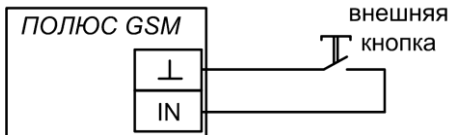

Рис.10 Схема подключения внешней кнопки
3. При необходимости произведите монтаж внешней кнопки. Схема подключения – см. рис.10 (в настройках сигнализатора значение параметра №37 должно быть установлено «0»). Внешняя кнопка должна быть двухконтактной, нормально-разомкнутой, нефиксирующейся.